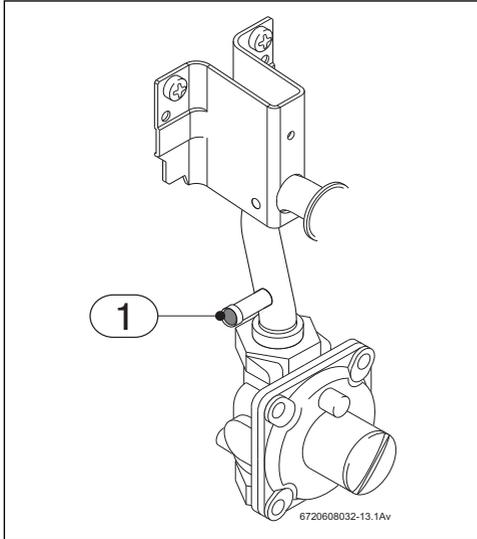

Fig. 14 Point de mesure de la pression de gaz
Le diamètre de la conduite d'arrivée de gaz doit être déterminé conformément à la réglementation applicable pour une puissance maximale de 117 000 Btu/h. Mesurez la longueur de la ligne d'arrivée de gaz et utilisez les tableaux de la Fig. 14 ou les tableaux de dimensionnement du fabricant de la conduite de gaz pour déterminer le diamètre de conduite requis en fonction
- ▶ Retirez le capot avant et repérez sur le côté droit le point de mesure de la pression d'entrée du gaz, indiqué à la Fig. 14.